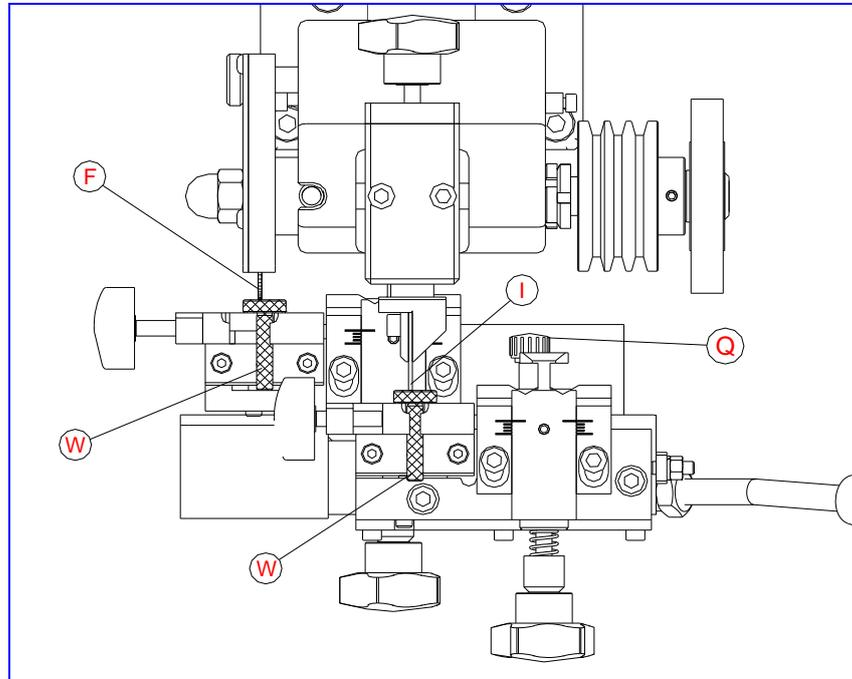

Fig.2
- Repetir la misma operación colocando la posición del carro(R2) con la referencia (S) para comprobar que la mordaza para las llaves frontales y ranuras verticales este bien reglada. Para ello utilizar la varilla de reglaje W tal y como se representa en la Fig.2